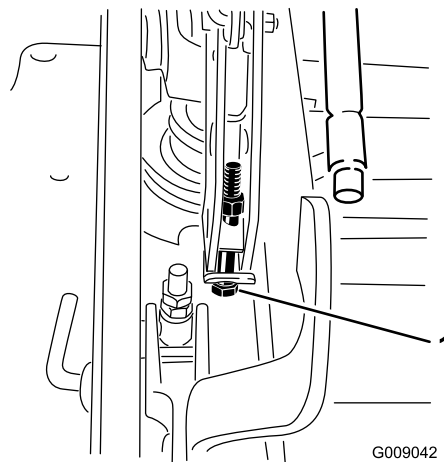

Figura 100
13. Se il piatto è troppo basso, serrate il bullone di regolazione da un punto unico ruotandolo in senso orario. Se il piatto è troppo alto, allentate il bullone di regolazione da un punto unico ruotandolo in senso antiorario (Figura 100).